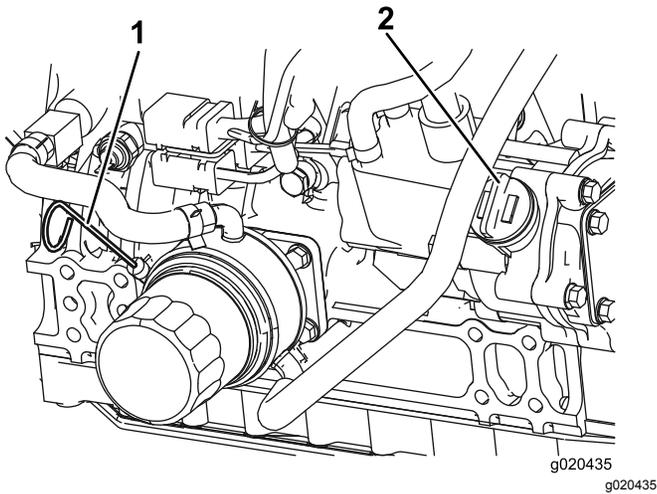

Figura 58
Nota: Il livello dell'olio deve trovarsi tra i parametri di sicurezza (Figura 58).
- Se l'olio non raggiunge i parametri di sicurezza, togliete il tappo di riempimento (Figura 58) e aggiungete olio finché il livello non raggiunge la tacca Full. **Non riempite troppo.**